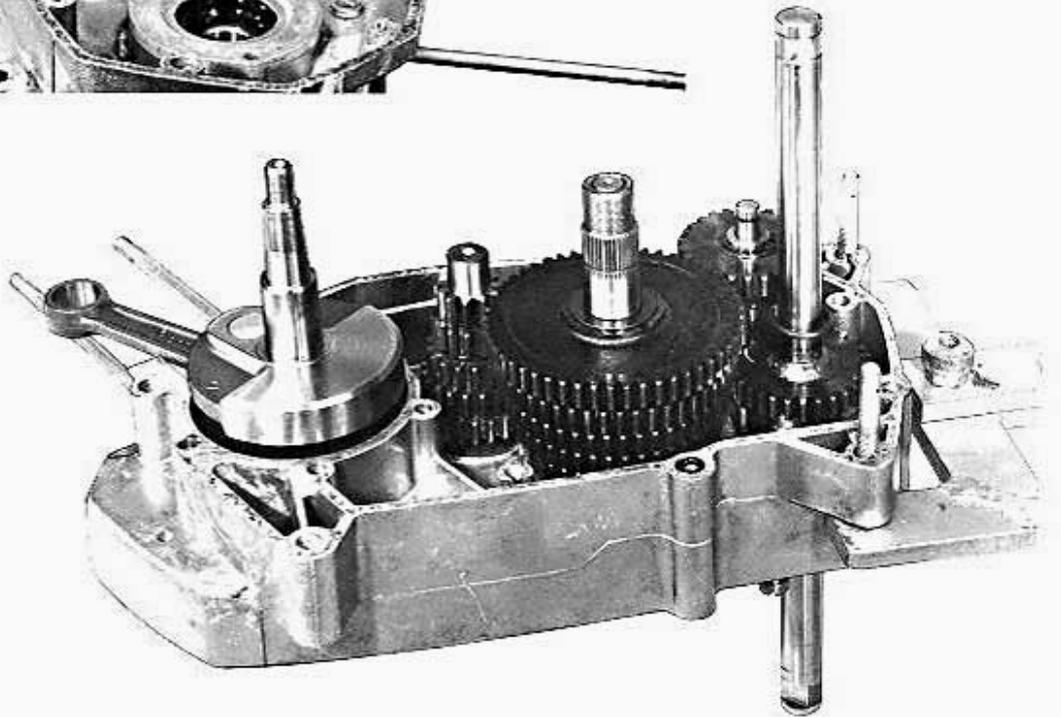

Figure 38
- Monter sur l'axe l'ensemble des pignons (côté petit pignon). La boucle du ressort de freinage étant engagée sur l'axe de pédalier, positionner les dentures (figure 38).